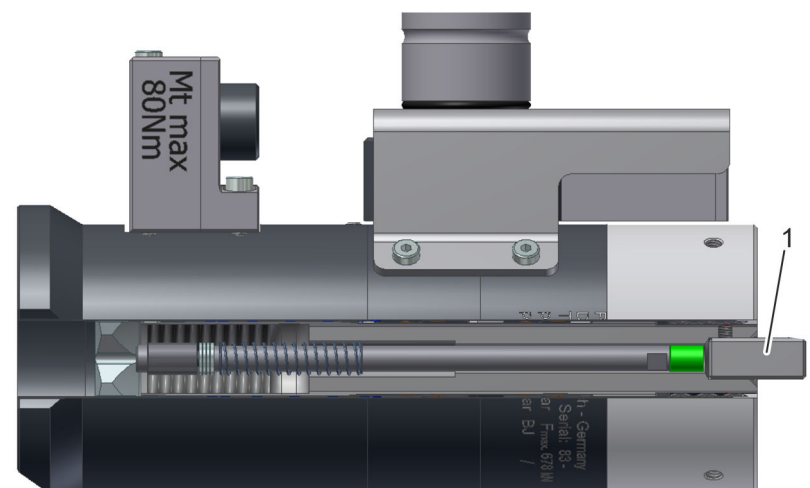

Abb. 17: Vierkant
5. Vierkant (Abb. 17/1) einstecken.